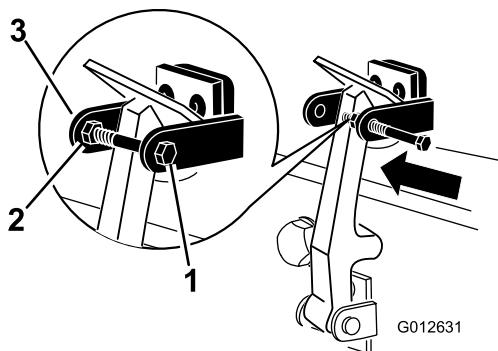

図 9
8. フードラッチブラケットのもう一つのアームにボルトを取り付けてラッチをロックする 図 9。ボルトをしっかり締め付けるが、ナットは締め付けない。